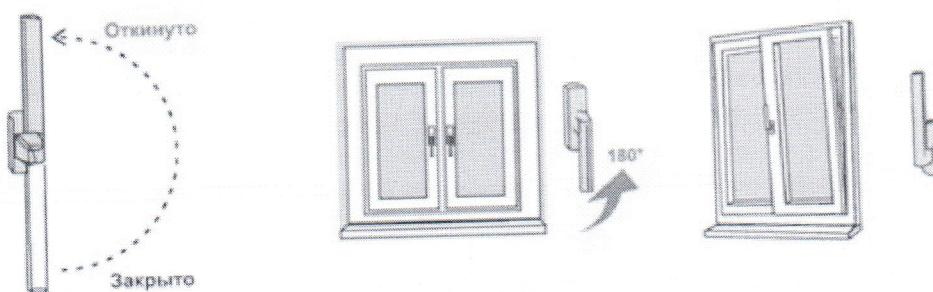

Рис.2
- 3) Для перевода створки из закрытого положение в откидное (поворот створки относительно нижней горизонтальной оси, положение «Откинуто» на Рис.2) ручку поворачивают вертикально на 180 градусов вверх, затем, потянув за ручку, поворачивают створку относительно нижней горизонтальной оси на заданный изготовителем угол (не более 10 градусов) (откидной режим).
- 4) Для запирания створки из открытого или откидного положения ее сначала закрывают и, придерживая створку рукой, поворачивают ручку вертикально вниз (положение «Закрыто» на Рис. 2).